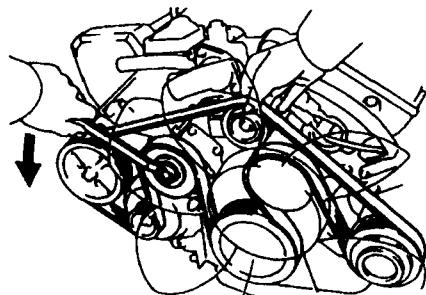

图 12 在取下传动带前放松张紧带轮——1993~
4) 反时针转动张紧带轮，从而放松传动带张力，取下传动带（图 12）。